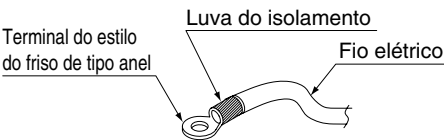

Fig. 6
- Use um terminal de friso de tipo anel para conexões ao bloco do terminais de poder. (**Consulte a Fig. 6**) Também, isole a área frisada usando uma luva da isolamente, etc.